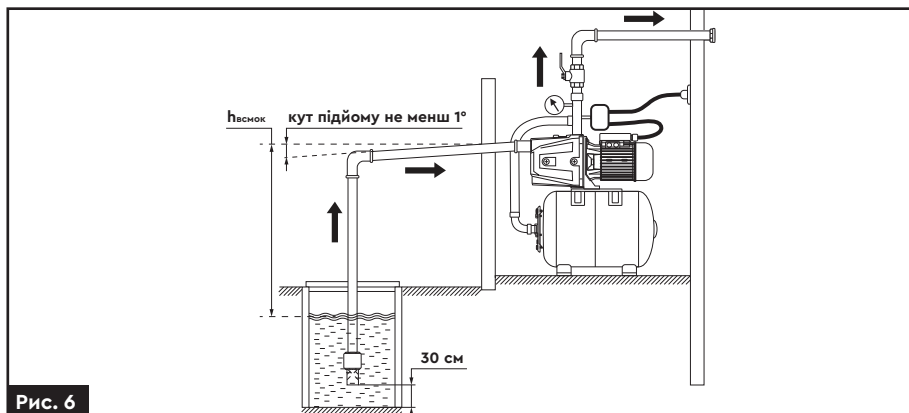

Рис. 6
- Для запобігання потрапляння піску і каміння в насосну частину, встановіть зворотний клапан з фільтром грубого очищення, вертикально на відстані 30 см від дна водного резервуару (рис. 6).
- Необхідно забезпечити безперервний кут підйому труби від джерела водозабору до насоса станції (не менше 1°) для виключення скупчення повітря та утворення повітряних корків (рис. 6).